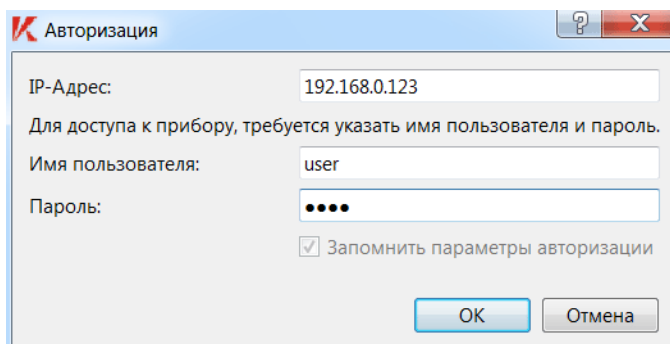

Рисунок 13 – Запрос параметров авторизации для доступа к прибору
- 2) В открывшемся диалоге (см. Рисунок 13) ввести требуемые значения параметров авторизации доступа к прибору (имя пользователя и пароль)